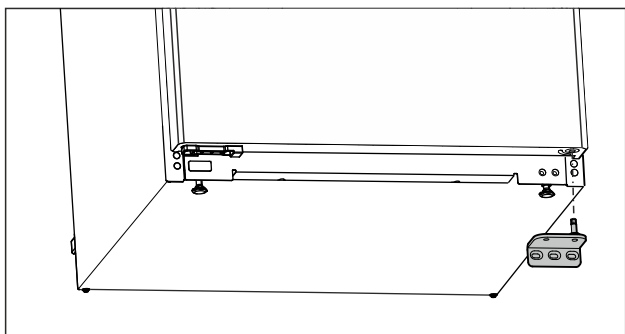

Fig. 8
- ▶ Zdjąć płytkę zawiasu w dół. (patrz Fig. 8)